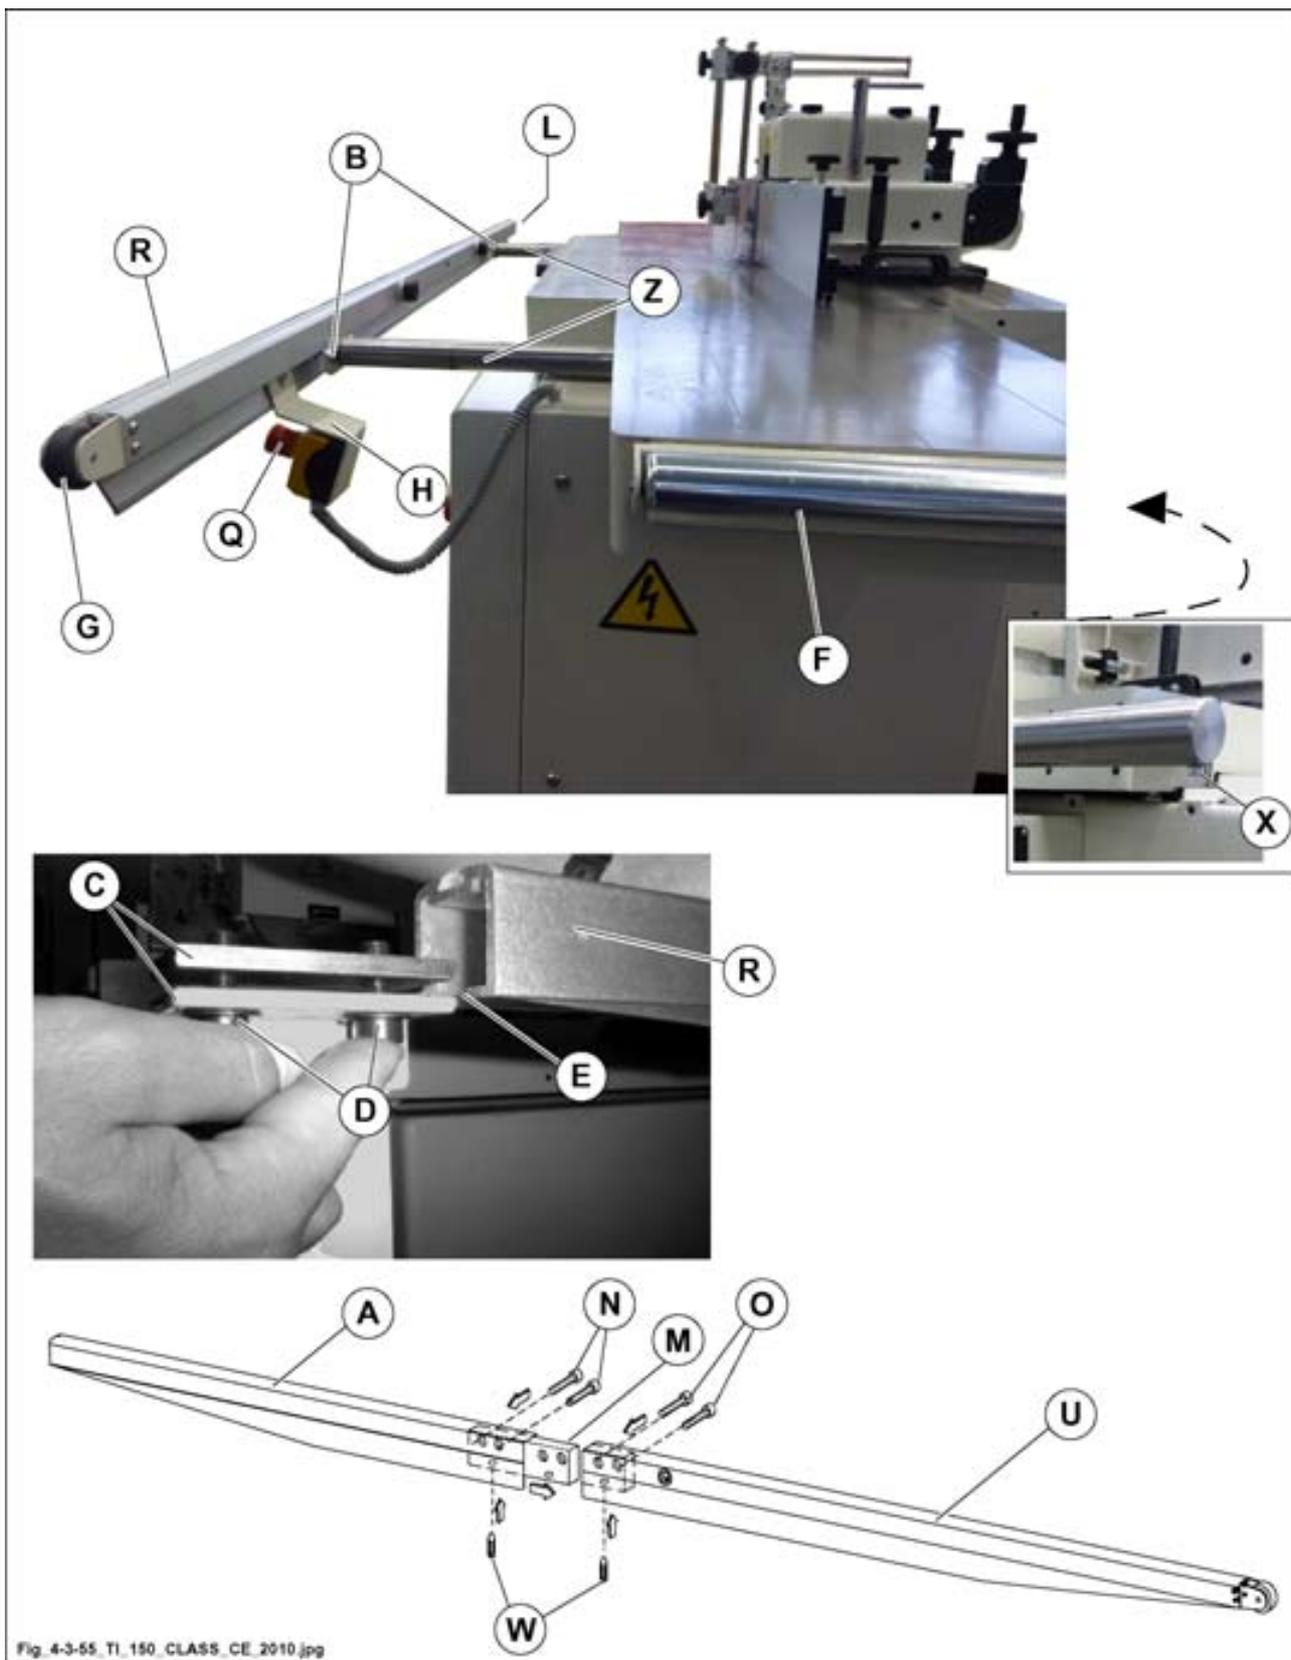

Fig. 4.3-55
- 1) Monter les supports (S - S1 fig. 4.3-55) sous les tables supplémentaires avec les vis (P fig. 4.3-55).
- 2) Introduire les barres rondes (Z fig. 4.3-55) dans les supports (S - S1 fig. 4.3-55).
- 3) Monter les fins de course (X fig. 4.3-55).
- 4) Monter les deux brides (B fig. 4.3-55) en tête des deux barres rondes (Z fig. 4.3-55) et simultanément introduire la bride de soutien (H fig. 4.3-55) du bouton coup de poing (Q fig. 4.3-55) serrer les vis appropriées.
- 5) Monter les deux règles (C fig. 4.3-55) en tête des deux brides (B fig. 4.3-55) sans serrer les vis (D fig. 4.3-55).
- 6) Oter le bouchon (L fig. 4.3-55) placé en tête de la barre d'appui.
- 7) Monter la barre d'appui (R fig. 4.3-55) en introduisant les règles (C fig. 4.3-55) dans la rainure (E fig. 4.3-55) et faire coulisser la barre jusqu'à ce que la roue en tête (G fig. 4.3-55) soit alignée au rouleau de la table supplémentaire (F fig. 4.3-55).
- 8) Serrer les vis (D fig. 4.3-55).
- 9) Remonter le bouchon (L fig. 4.3-55) en tête de la barre.
pour des exigences d'emballage la barre d'élargissement (R fig. 4.3-55) pourrait être divisée en deux parties (A e U fig. 4.3-55). Avant de la monter sur les barres rondes l'assembler de la façon suivante:
- *introduire la bride (M fig. 4.3-55) à l'intérieur de la partie (A fig. 4.3-55).*
- *Visser, mais ne pas serrer les vis (N fig. 4.3-55).*
- *Introduire l'autre partie de la bride dans la partie (U fig. 4.3-55) et visser les vis (O fig. 4.3-55).*
- *Introduire les grains (W fig. 4.3-55) dans les alésages appropriés sous la barre.*
- *Serrer les vis (N e O fig. 4.3-55).*